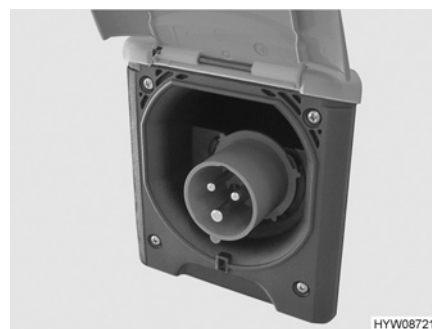

Fig. 74 Collegamento a 230 V al veicolo (presa CEE)
- Aprire la copertura del collegamento a 230 V sul veicolo (Fig. 74) e inserire l'innesto rapido. Verificare che il nasello di innesto del coperchio ribaltabile teso a molla sia innestato.